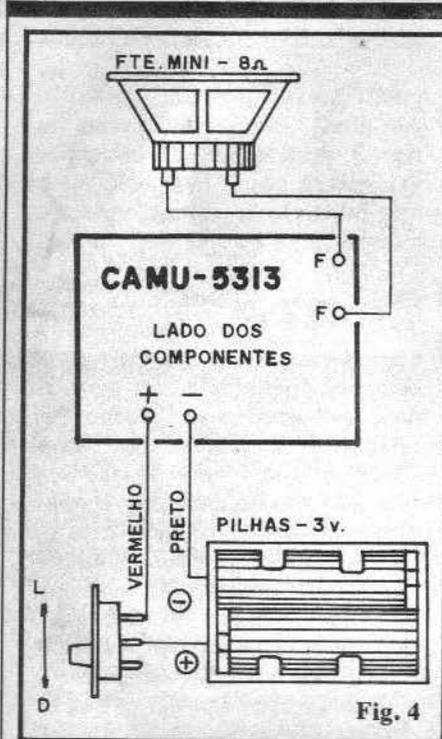

Fig. 4
- **FIG. 4 - CONEXÕES EXTERNAS À PLACA** - Na figura a placa ainda é vista pelo lado dos componentes (não cobreado), enfatizando-se, porém, as conexões periféricas: as ilhas "F-F" destinam-se à ligação dos fios que vão ao alto-falante mini (impedância de 8 ohms). Os pontos "+" e "-" referem-se às conexões da alimentação, lembrando sempre que nos fios do suporte de pilhas, o **positivo** está codificado por um fio **vermelho** e o **negativo** por um fio **preto**. A chavinha interruptora (H-H mini) deve ser intercalada no fio do positivo (vermelho) da alimentação. Depois de tudo soldado e ligado, ainda **antes** de colocar as pilhas no suporte, o Leitor deve fazer uma cuidadosa verificação geral, conferindo valores, posições, condições dos pontos de solda, estado das pistas cobreadas etc. Lembrar sempre que o principal "inimigo" do montador principiante é o **excesso de auto-confiança**, tipo "eu tenho certeza de que fiz tudo certo, portanto não preciso conferir nada...". **NÃO** confie nisso! Nem o